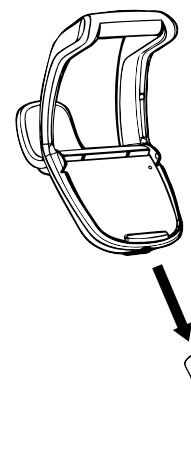

Figure 6. Fixer la poignée du chariot
7. Glisser le module de base/l'accessoire de la poignée du chariot vers le bas, le long du tube en métal jusqu'à ce qu'il s'encliquète en place. (Voir Figure 6). □